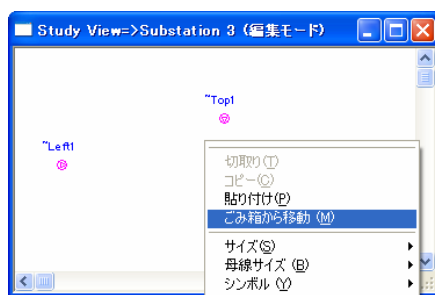

図 9 :
- “Study View=>Substation 3 (編集モード)” ウィンドウを右クリックし、“ごみ箱から移動” コマンドをクリックします。 図 9 参照